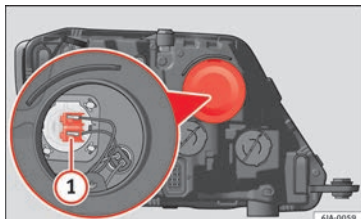

Fig. 90 Remplacement de l'ampoule des feux de route
- Retirez le connecteur » **fig. 90 ①** en tirant vers l'extérieur.